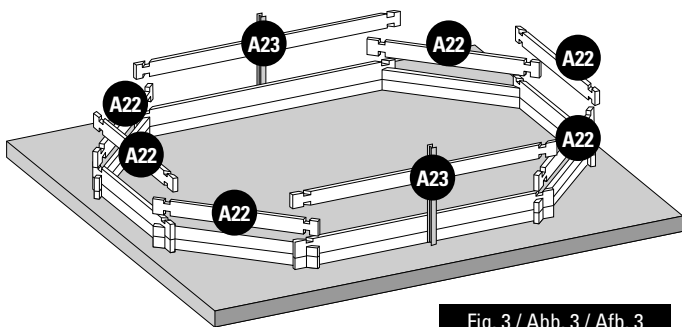

Fig. 3 / Abb. 3 / Afb. 3
- EN 3rd LAYER OF BOARDS:** Install the third layer of boards as shown in figure 3. The position of the refilling fitting with the key and the skimmer should be defined at the start of the assembly (read the specific paragraphs).
- FR 3^{ÈME} RANGÉE MADRIERS :** Positionnez les madriers de la 6ème rangée conformément à la figure 3. Vous devez avoir déterminé l'emplacement de la buse de refoulement et du skimmer dès le début du montage (voir paragraphes spécifiques).
- DE 3. BRETTERREIHE:** Platzieren Sie die Bretter der dritten Reihe laut Abb. 3. Zu Beginn der Montage müssen Sie die Lage des Druckventils und des Skimmers festlegen (lesen Sie hierzu die entsprechenden Abschnitte).
- NL 3ª RIJ PLANKEN:** Plaats de planken van de derde rij zoals te zien is op afbeelding 3. U moet al bij aanvang van de montage bepalen op welke plaats het uitstroommondstuk en de skimmer moet komen (less de betreffende paragrafen).